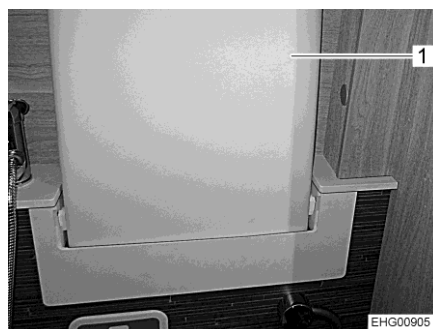

Fig. 137 Lavabo (rabattu vers le haut)
- Saisir le lavabo (Fig. 137,1) par son rebord et le faire pivoter vers le haut vers la paroi jusqu'à ce qu'il reste dans cette position sous l'effet de la force magnétique.
- Saisir le lavabo (Fig. 137,1) par son rebord et le détacher de la paroi en s'opposant à la force magnétique.